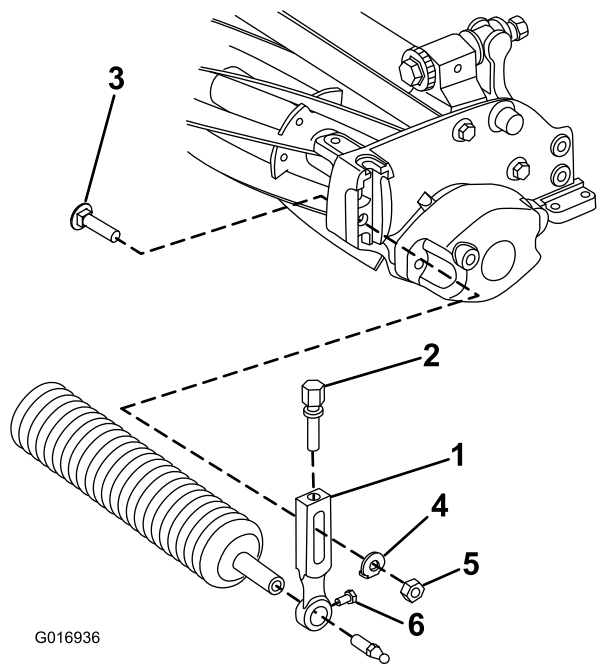

図 3
1. 刈高アーム左右のどちらか1本をカッティングユニットのサイドプレート固定しているプラウボルト、ワッシャ、フランジナットを外す **図 3**。
2. 刈高アームについているローラ取り付けねじをゆるめる **図 3**。
3. カッティングユニットの反対側で、刈高アームにローラシャフトをはめ込む **図 3**。
4. 刈高アームをローラシャフトにはめ込む **図 3**。
5. 先ほど外した刈高アームとボルト・ナットを使って、ローラをカッティングユニットに仮止めする **図 3**。
7. 調整ができればローラ取り付けねじを締め付ける **図 3**。